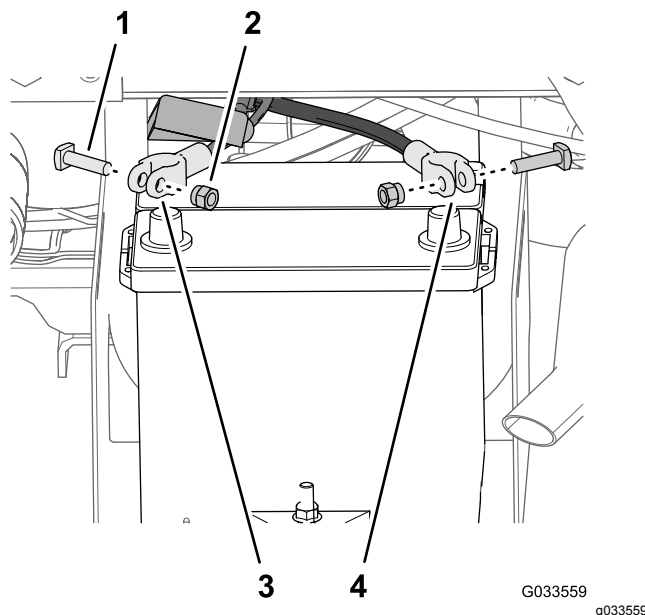

Рисунок 27
1. Выверните гайки и Т-образные болты зажимов положительного и отрицательного кабелей аккумуляторной батареи (Рисунок 27).